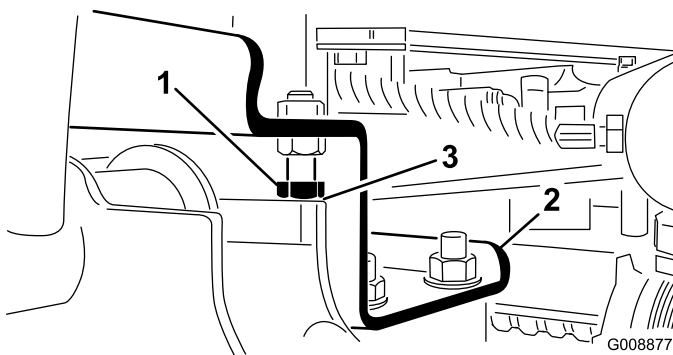

Figura 12
A. Solte os parafusos de bloqueio (Figura 12).
2. Certifique-se de que a folga entre cada braço de elevação e pino de bloqueio é de 0,13 a 1,02 mm (Figura 12). Se a folga não corresponder às medidas recomendadas, ajuste os pinos de fecho até obter a folga necessária.